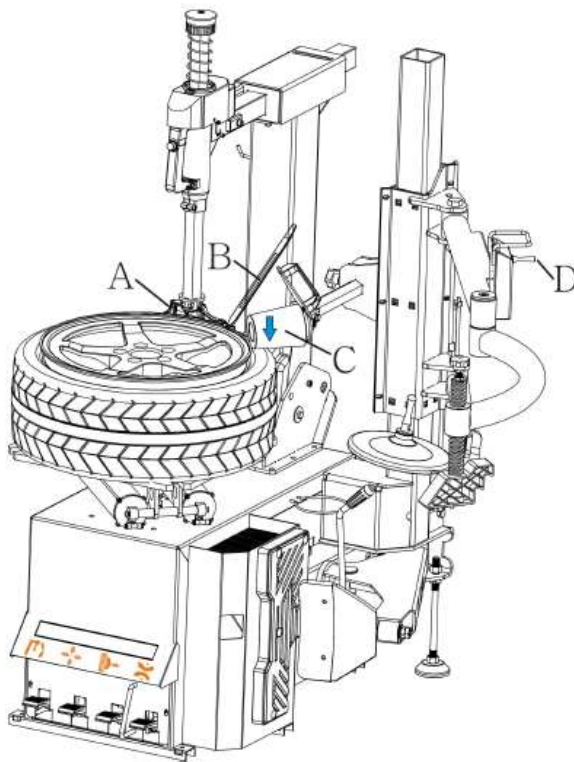
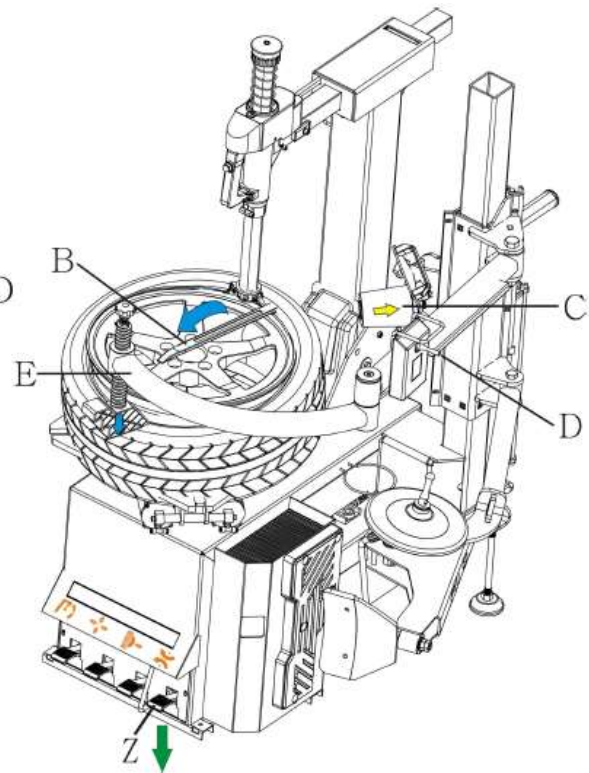

Abb. 22
Abb. 23
- Montagekopf (A) an den oberen Wulst ansetzen. Reifenanpressarm (C) solange drehen, bis die Anpresswalze sich über dem Montagekopf befindet. Schaltergriff (D) nach unten drehen, um den Reifen mit Hilfe des Kopfs anzudrücken. Heber (B) in den Freiraum zwischen Felge und Wulst einlegen. Wulst herausziehen und an den Montagekopf hängen (Abb. 22).
- Hilfsarm (C) heben und zurückziehen, Reifenanpressarm (E) zur anderen Seite des Montagekopfs drehen, Reifen drücken in dem Sie Schaltergriff (D) nach unten drücken.
- Heber (B) am Montagekopf ziehen und es parallel machen mit der Oberfläche der Felge (Abb. 23).
- Pedal (Z) andrücken, damit der Drehtisch sich dreht. Der obere Reifenwulst kann nun mit Hilfe des Montagekopfs gelöst werden.